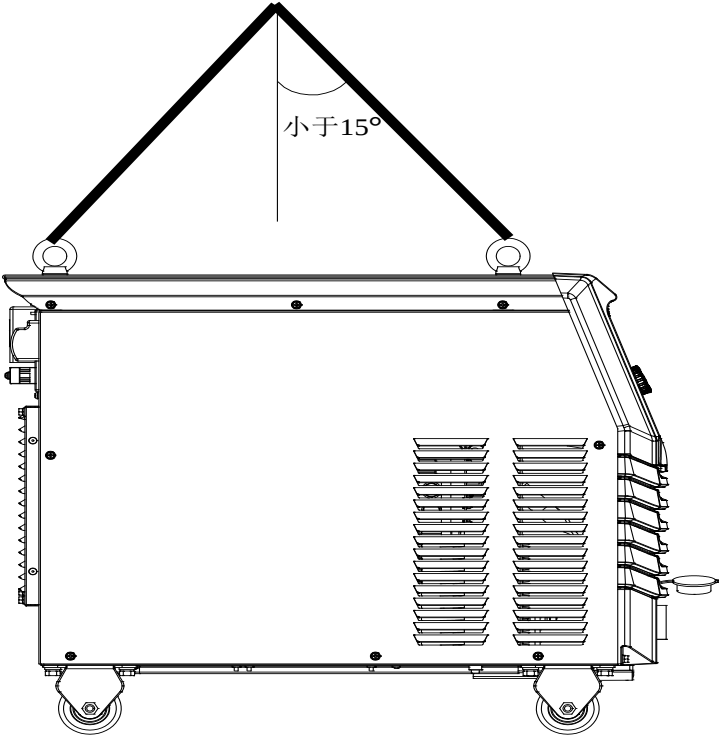

图2-1 搬运示意图
- 3. 对焊机进行吊装时，请使用吊环装吊，并且要用 2 根吊带，吊带与垂直方向的夹角必须小于 15 度。如图 2-1 所示。